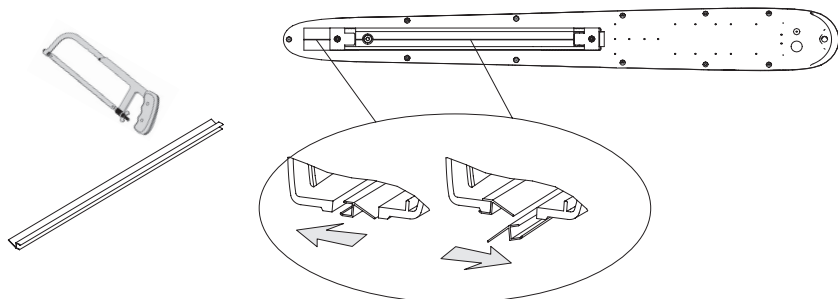

Рисунок 17. Установка защитного профиля
- Наденьте профиль на края паза привода, оставшийся профиль используйте для установки на открытые участки паза (рис. 17).